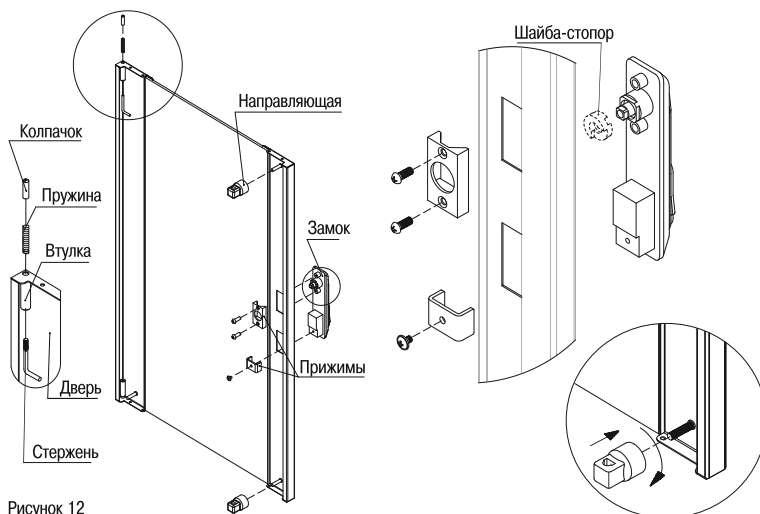

Рисунок 12
3.4.1 Извлеките из второго места дверь. Вставьте замок в посадочные квадратные отверстия, закрепите замок прижимами, направляющие наворачните на шпильки. Для сборки петли сначала вставьте пружину во втулку, пропустите во втулку стержень и заверните колпачок (рисунок 12).